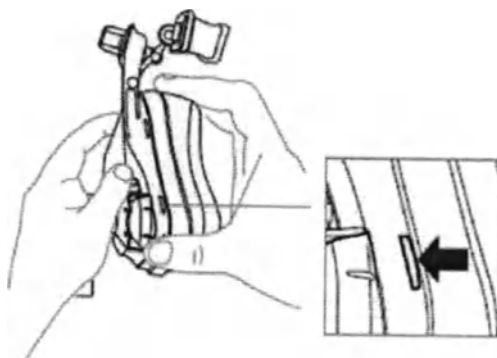

Рисунок 6 - Сборка маски
- вставить сначала верхнюю часть и затем контур маски, проталкивая подушечку до положения, когда весь профиль прижмется к шести стопорным элементам на главном корпусе (рисунок 6);